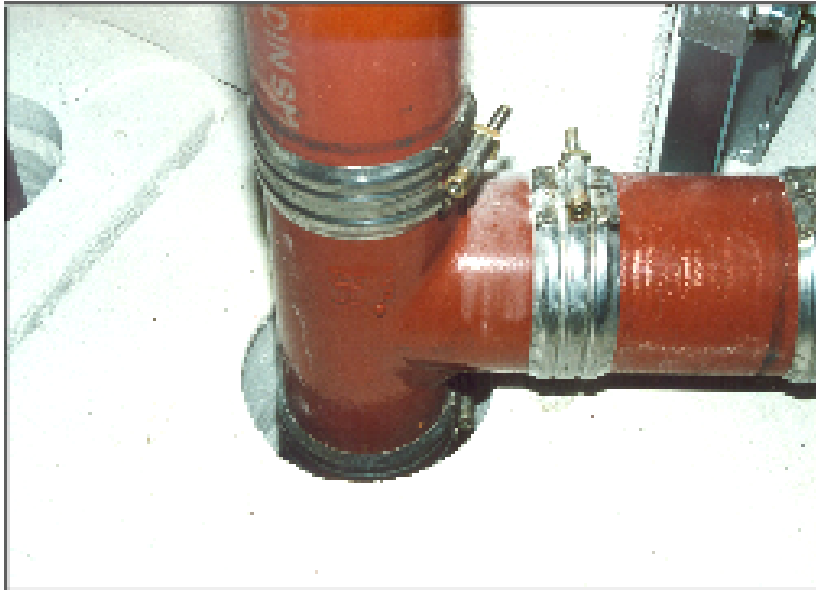

Bild 2: Deckendurchführung mit Abzweig und Verbinder innerhalb der Decke (Ringspalt noch nicht verschlossen)
- Wie Bild 2 darstellt wurde ein Verbinder innerhalb der Deckendurchführung eingebaut. In Bild 1 sehen Sie, dass die Durchführung im Bereich des Ringspaltes mit einer Drahtnetzmatte aus Steinwolle mit einem Schmelzpunkt > 1000°C verschlossen wurde, wie es die derzeit gültige und in allen Bundesländern baurechtlich eingeführte DIN 4102 Teil 11 vorschreibt.